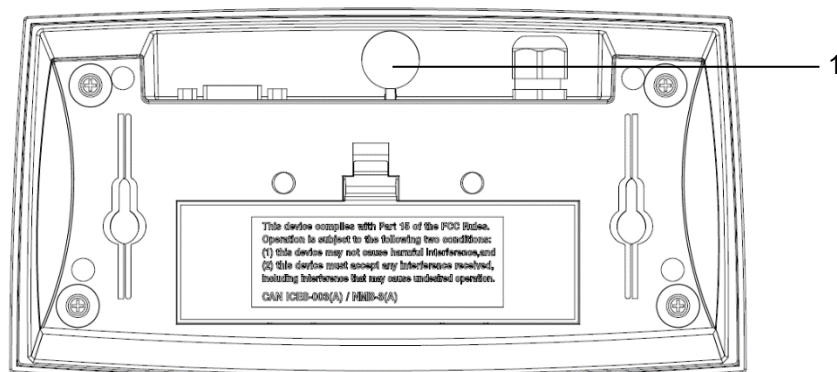

Figure 5-2 Courier 7000 Scellage papier
- Sceau papier : collez le papier de scellage sur la vis à tête fraisée comme sur la Figure 5-2.